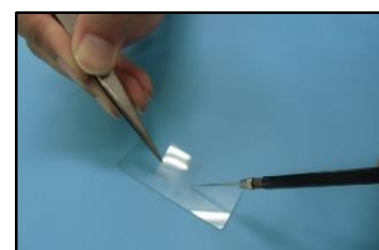

図1 カバーガラスのかぶせ方
- ① 乾いたきれいなスライドガラスの中央に試料を置き、水を1滴落とします。
- ② 利き手にピンセットを、もう片方の手には柄付き針を持ちます。利き手のピンセットでカバーガラスを軽くはさみ、**図1**のように柄付き針の先端でカバーガラスの1辺を支えながら、気泡を追い出すように試料の片側からカバーガラスを倒していきます。